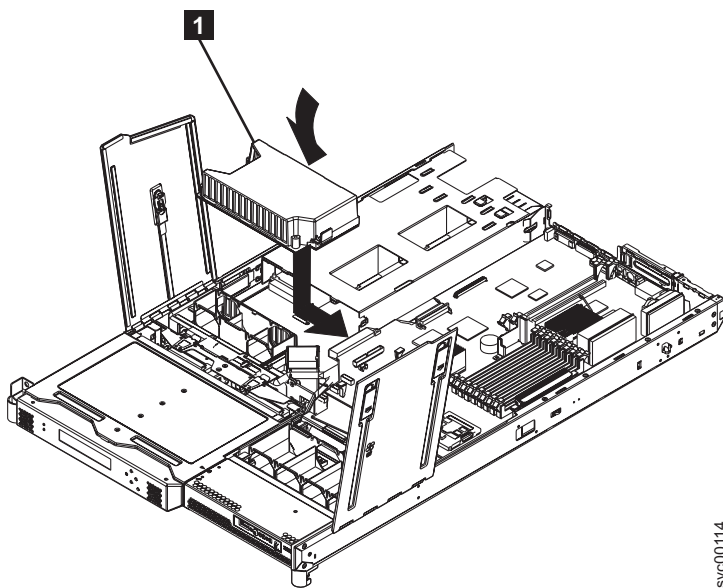

図 189. 電源バックプレーンの交換
1. SAN ポリウム・コントローラー 2145-8F2 または SAN ポリウム・コントローラー 2145-8F4 の所定の位置で電源バックプレーンを下げ、システム・ボードに接続するように右方にスライドします。図 189 を参照してください。